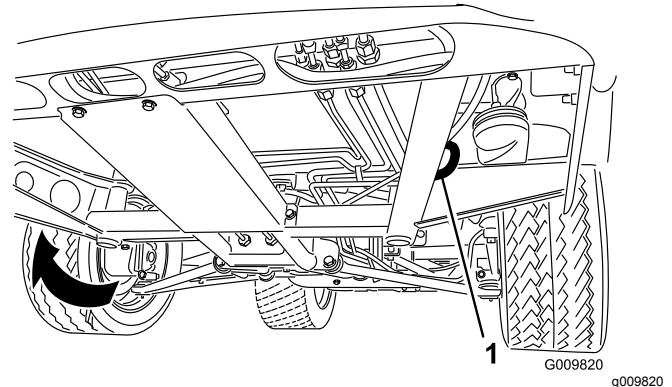
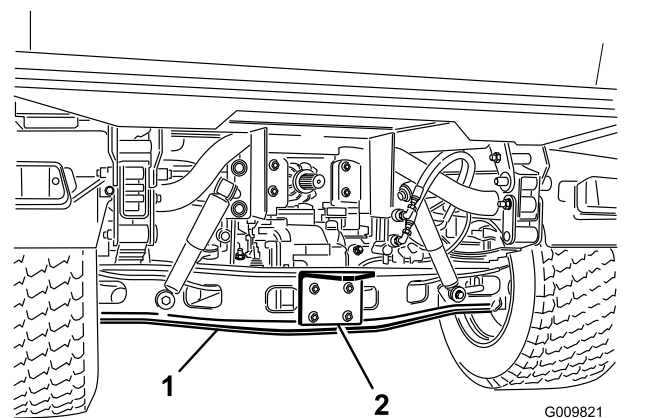

Bild 26
Bild 27
In **Bild 26** und **Bild 27** finden Sie die Vergurtungsstellen der Maschine.
1. Befestigen Sie ein Abschleppseil an der Anhängerkupplung vorne am Maschinenrahmen (Bild 26).